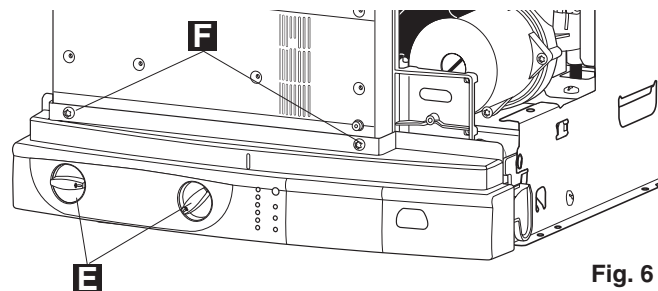

Fig. 6
- refixer les 2 vis **F** et repositionner les 2 boutons de réglage **E** (fig. 6)